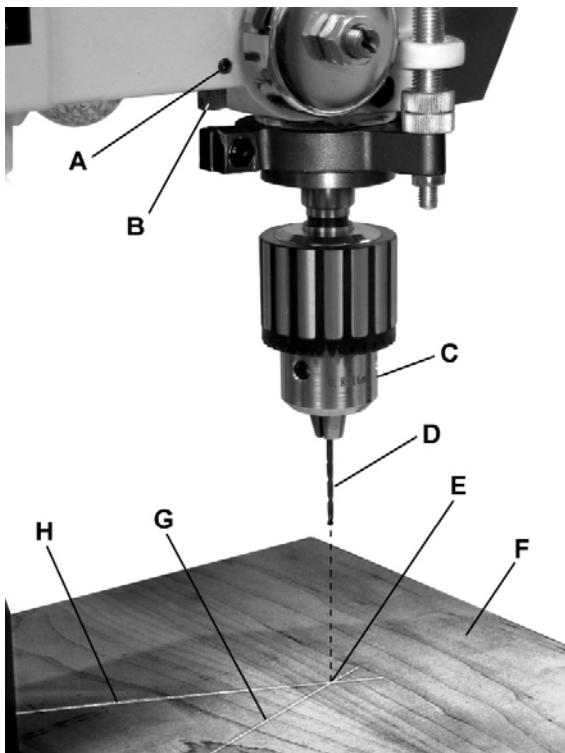

Рис. 15
Порядок выравнивания лазерного указателя (См. Рис. 15):
1. Зажмите в патроне (C) небольшое сверло (D), затем положите на стол заготовку (F). Заготовка не должна сдвигаться. Чтобы закрепить ее, воспользуйтесь струбцинами. Важно: стол станка должен быть установлен горизонтально и зафиксирован.
2. Опустите сверло, чтобы оно оставило в доске маленькое отверстие (E), затем снова поднимите его.
4. С помощью 3 мм шестигранного ключа ослабьте установочные винты (A) с обеих сторон лазерной установки (на Рис. 15 показана только левая сторона лазера).
5. Отрегулируйте (B) так, чтобы лазерный луч (G) пересекал отверстие (E). Затяните установочный винт (A).
6. Таким же образом отрегулируйте второй лазерный блок, чтобы два луча образовали перекрестье (G, H) точно над отверстием (E).
7. Затяните оба установочных винта (A).